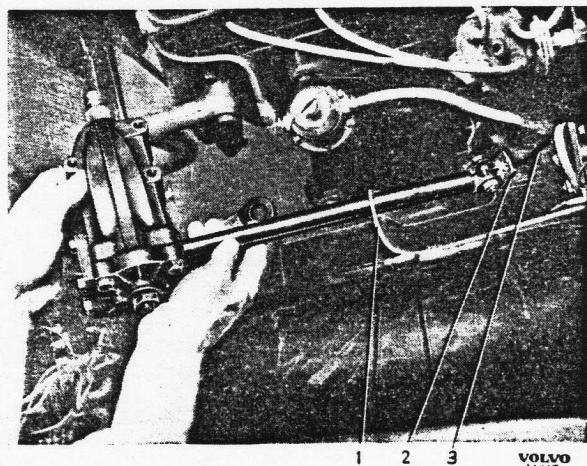

Bild 6-20. Lenkung ausbauen
6. Lenkung anheben und drehen wie im Bild 6-20 gezeigt. Signalkabel (3) aus dem Unterteil der Lenkspindel und Lenkung herausziehen. Lenkung nach vorn herausziehen, Vorsicht, wenn der Kupplungsflansch (2) die Bremsleitung (1) passiert.